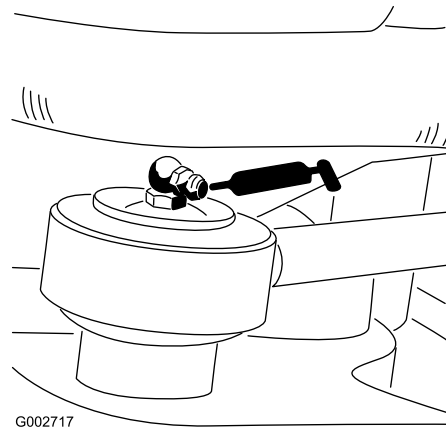

Figura 24
- Extremidade da haste do cilindro de direcção (1) (apenas modelo 08705) (Figura 24)